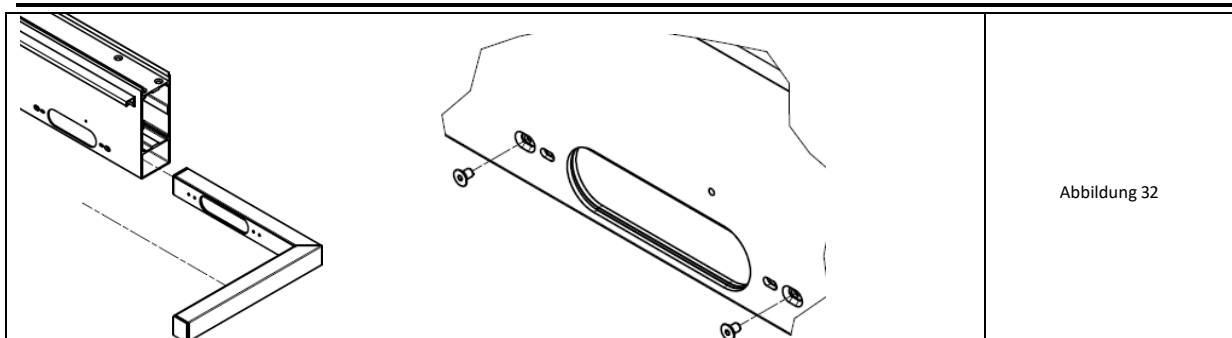

Abbildung 32
6. An einem Ende jedes Querträgers auf der Seite ohne geplanten Pfosten einen Winkelüberlauf anbringen (Abb. 32).
8. Vermeiden Sie beim Einschieben ein Abstreifen der Dichtungsschicht und bringen Sie das EPDM erst nach dem Ausrichten der Konturen der Aussparung an der Wand des Trägers an. Mit 2 Kegelschrauben M5x8 (in den äußeren Öffnungen der Bohnen mit Vertiefungen) festziehen (Abb. 32-rechts).
14. Vermeiden Sie beim Einschieben ein Abstreifen der Dichtungsschicht und drücken Sie das EPDM erst nach dem Ausrichten der Konturen der Aussparung an die Wand des Trägers. Mit 2 Kegelschrauben M5x8 (in den äußeren Aussparungen mit Vertiefungen) festziehen (siehe Abb. 32 rechts).